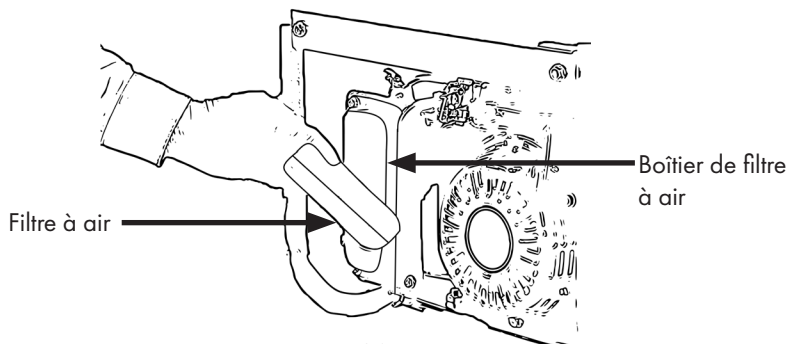

Figure 26
- Retirez le filtre à air du boîtier du filtre à air, fig. 26.